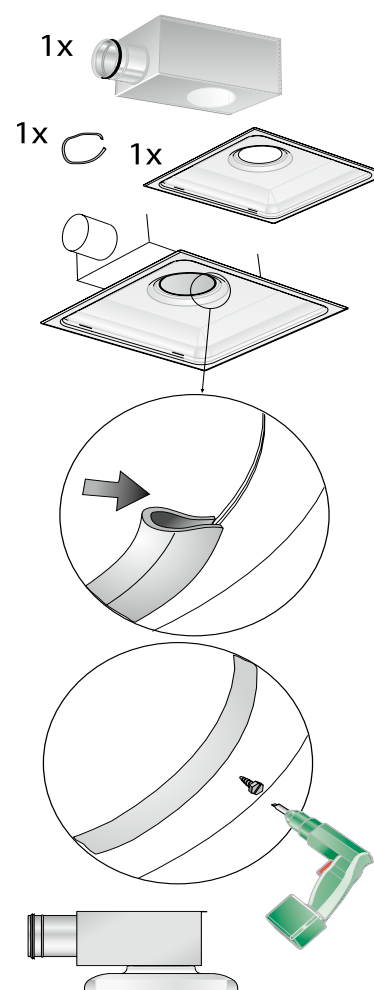

Abb. 6. Montage von Luftauslass und Anschlusskasten mit
- Luftauslässe und Anschlusskästen ALS mit niedriger Bauhöhe werden mit dem mitgelieferten Dichtungsprofil gegeneinander zentriert. Der Luftauslass wird in der richtigen Position mit Schrauben oder Blindnieten an der Unterseite des Anschlusskastens fixiert, siehe Abb. 6.